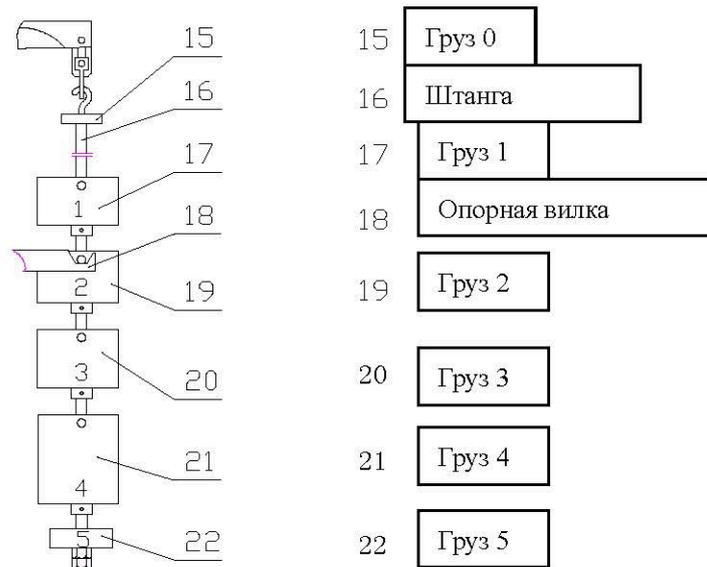

Рисунок 2
- 9.10 Установка грузов МЕТОЛАБ 701 (Рисунок 2)